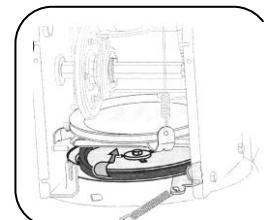

Figura 23
4. Deslize a correia de transmissão da polia e entre a roda de fricção e o disco da roda de fricção. Veja a Figura 23.